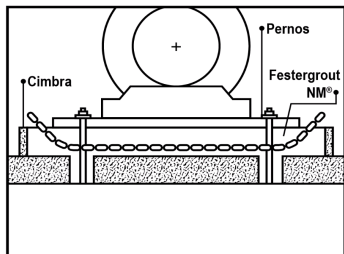

Fig 1. Asentar maquinaria
- Asentar y nivelar cualquier tipo de maquinaria pesada, como turbinas, bombas, compresoras, etc., sujetas a vibraciones moderadas (fig. 1)